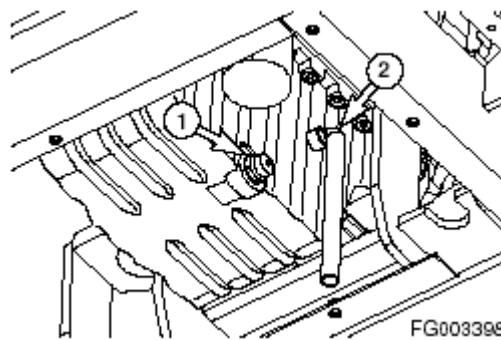

Рисунок 52
1. Расположите под двигателем большую ёмкость. Дайте двигателю остыть. Снимите колпачок (1, Рисунок 52) и установите шланг (2) для слива моторного масла. Снимите шланг (2) и закройте отверстие колпачком (1).